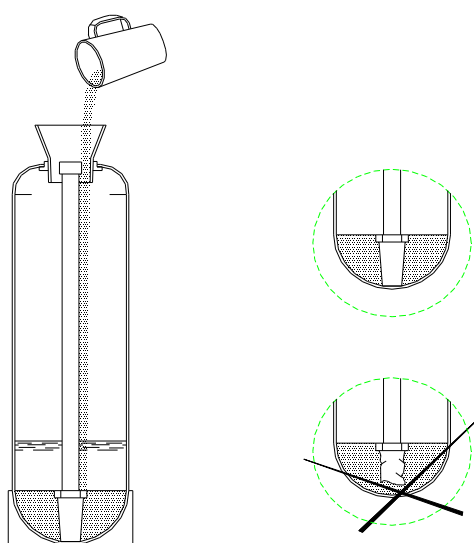

Рис. 3 Порядок загрузки фильтрующего материала в корпус фильтра
7.7 Засыпать в корпус через воронку требуемое количество гравия. **ВНИМАНИЕ: ПОСЛЕ ЗАГРУЗКИ ГРАВИЯ НИ В КОЕМ СЛУЧАЕ НЕ ВЫТАСКИВАТЬ ВЕРТИКАЛЬНЫЙ КОЛЛЕКТОР ИЗ КОРПУСА!** Это может привести к поломке дренажного колпачка в результате попадания гравия в его посадочное место на дне корпуса (см. рис. 3).